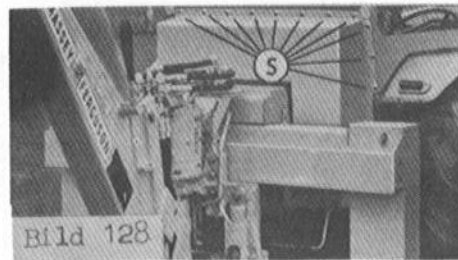

Bild 128
1. Verkleidungsblech unterhalb des Kabinenrückfensters entfernen. Dazu die Schrauben "S", Bild 128, lösen und die Stecklaschen des am unteren Rand des Verkleidungsbleches angebrachten Gummituches aus den am Bagger-Haupttrittblech befindlichen Ösen herausziehen.